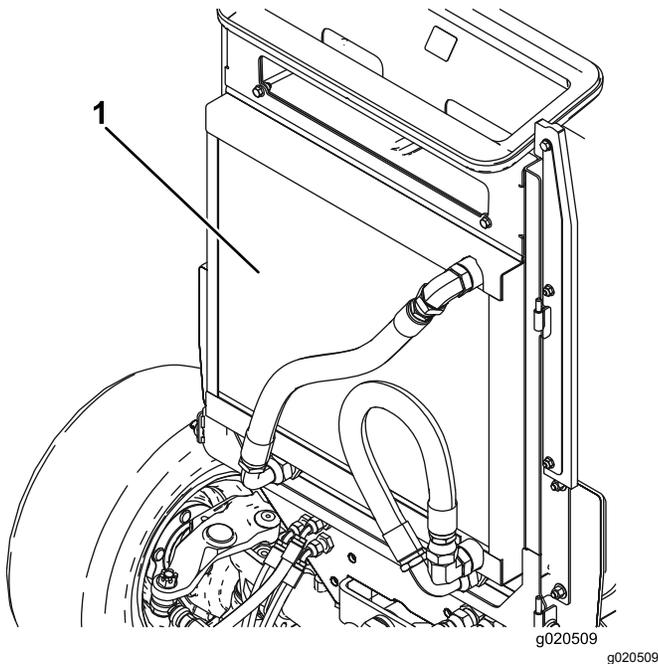

Figura 79
5. Limpe os dois lados do refrigerador de óleo e o radiador com ar comprimido (Figura 79).